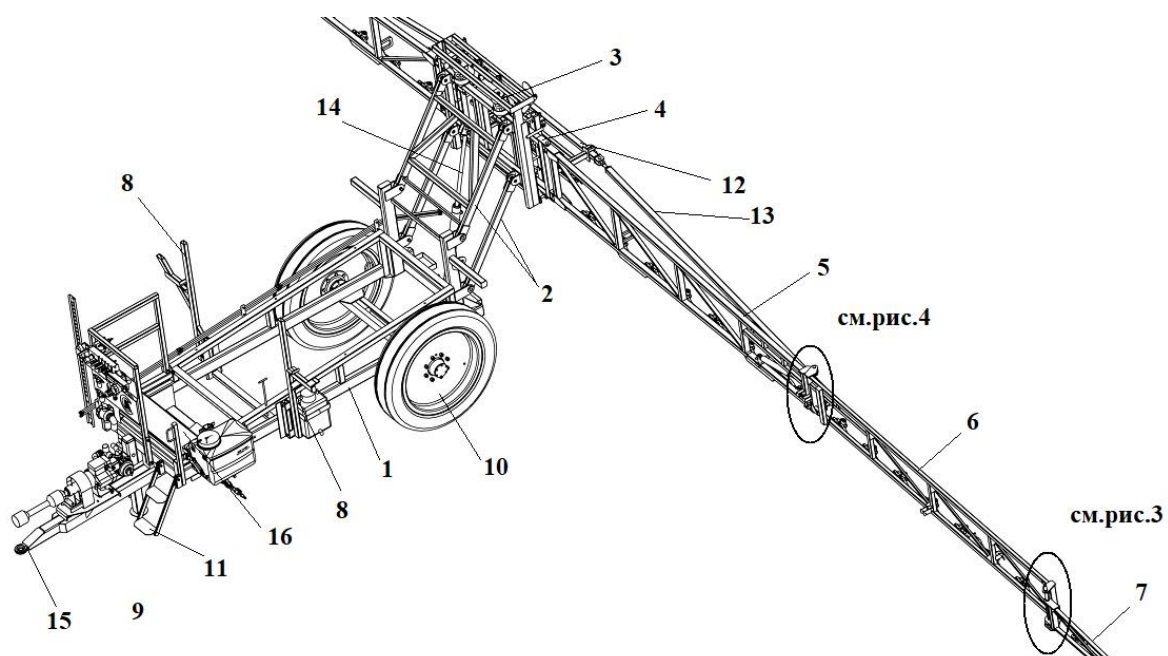
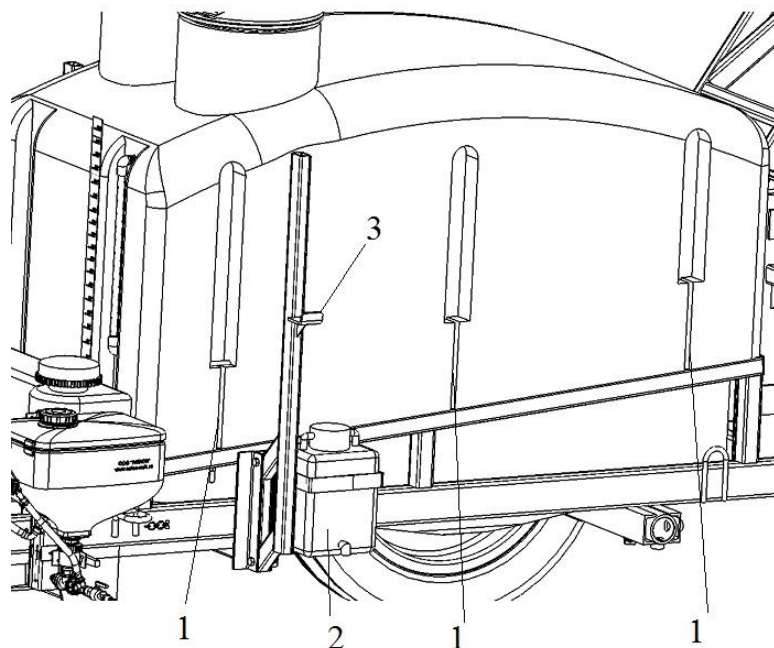
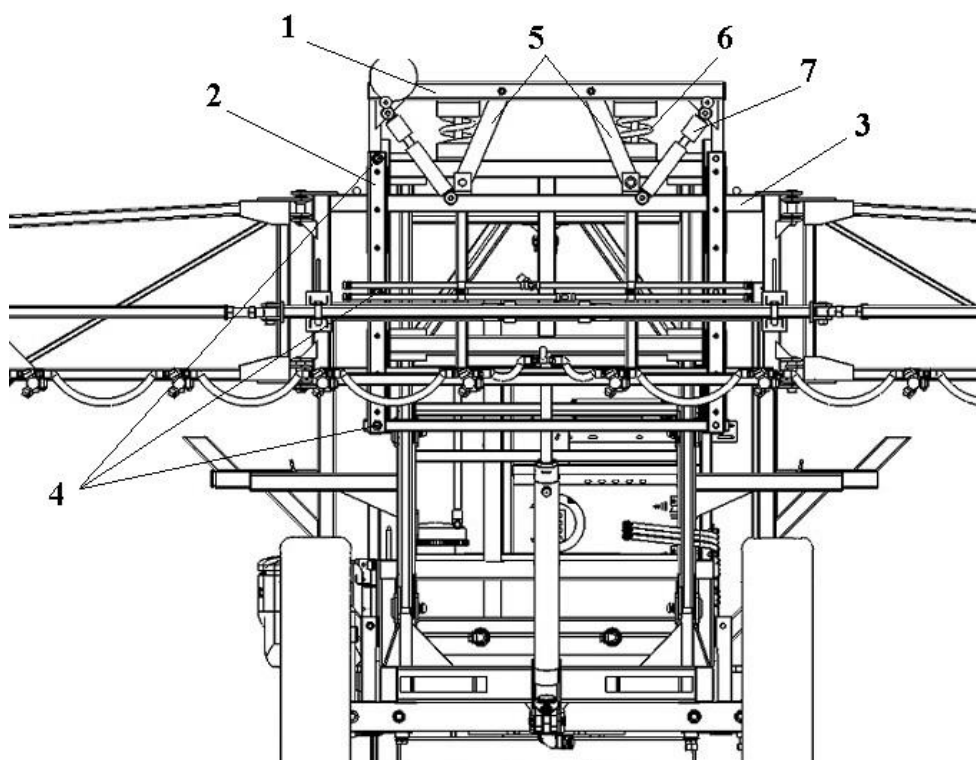

Рис.2 Рама с колесным ходом
Рис.5
Рис.6 Рамка в сборе с центральной секцией штанги
Рама шасси (рис.2 поз.1) опрыскивателя опирается на два пневматических колеса (рис.2 поз.10). В передней части находится прицепное устройство, подножка и опора (рис.2 поз.9). Сзади к вертикальным стойкам крепится рамка (рис.2 поз.2) для шарнирной подвески штанги (рис. 2 поз.3 и рис.6). Подвеска штанги включает в себя параллелограмм с гидроцилиндром подъема и гидрокомпенсатором для гашения вертикальных ударов при перемещении опрыскивателя по неровностям почвы, а также 2 амортизатора (рис.6 поз.7) для гашения горизонтальных раскачиваний. Раскрытие штанги обеспечивается ригельным механизмом с дополнительным амортизирующим элементом.
Подъем и опускание штанги осуществляется с помощью гидроцилиндра (рис.2 поз.14), который установлен на середине поперечного бруса рамы.
На раме шасси находятся отверстия для крепления бака 3000л при помощи прижимов, гаек и шайб в шести местах (рис.5 поз.1). Также на раме имеются кронштейны для установки пульта управления распределителя, левая и правая стойки- опоры установки секций штанги в транспортном положении (рис.5 поз.3).
Малая бочка расположена на поперечном бруске рамы, другой конец бочки под большим баком, для того чтобы малую бочку снять с рамы необходимо вначале снять площадку, выкрутив предварительно гайки. (рис.2 поз. 16).
4.1 Шасси (рис.2) состоит из рамы, ходовых колес со ступицей. Шасси предназначено для монтажа основных сборных единиц и сцепки опрыскивателя с трактором.
В передней части рамы находится кронштейн - площадка для установки насоса и предохранительной опоры с эластичной муфтой, места для установки опоры в рабочем и транспортном положении и прицепная серьга. В задней части рамы монтируется рамка навески и гидроцилиндр подъема (опускания) штанги (см. рис.2). Для установки штанги в транспортное положение и осей колес предусмотрены поперечины, к одной из которых приварены вогнутые пластины для улавливания секций штанги при переводе их в транспортное положение. (рис.5 поз.3)
предусмотрены горловины для слива жидкости и перемешивания рабочих растворов. К этим горловинам через прокладки присоединены колена, к которым крепятся элементы коммуникаций. Устанавливается бак на раму, которая изготавливается по размерам бака. Между поверхностью бака и седловиной устанавливаются резиновые прокладки. Бак крепится к раме при помощи прижимов, гаек и шайб. (см. рис.5 поз.1).